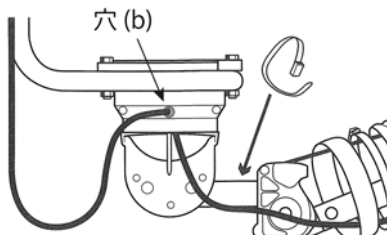

Fig. 16
11) スイベルアームに付属の結束バンドでケーブルを固定し、穴(b)にケーブルを通してください。(Fig. 16)